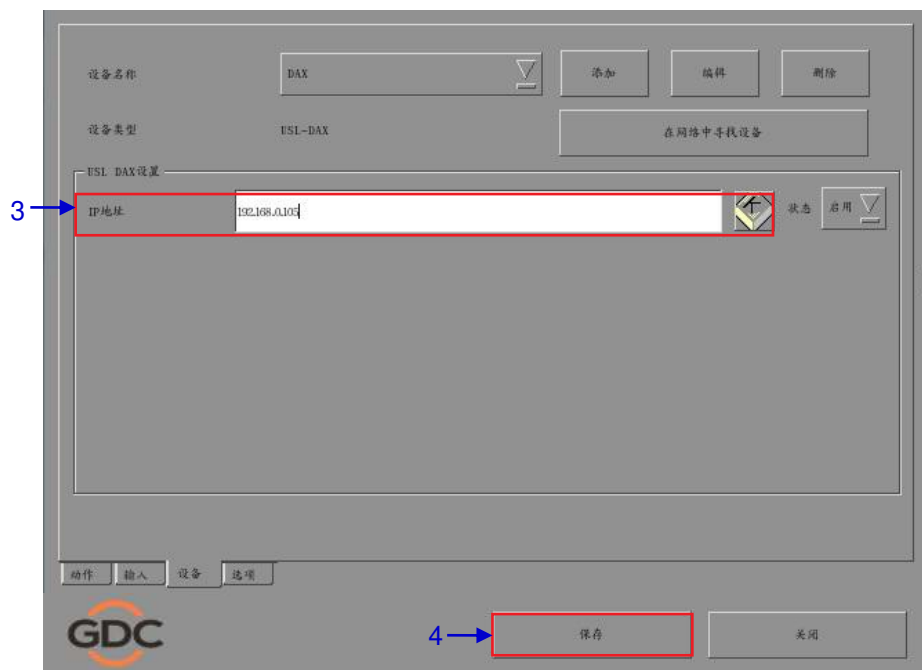

图 74 USL DAX 设备的自动化设置.
3. 输入 USL-DAX 设备的 IP 地址(如图 74) 。